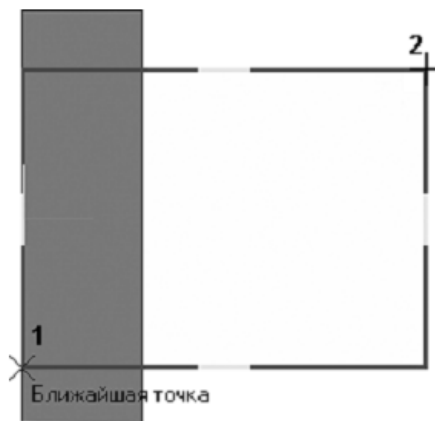

Рисунок 18.
3. С помощью привязки Ближайшая точка укажите вершину 1 детали как первую вершину прямоугольника Вершину 2 укажите произвольно (рис. 18).